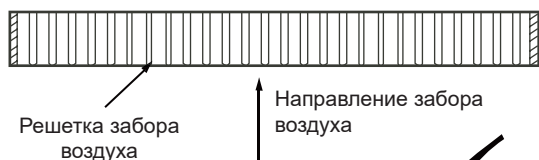

Рисунок 2.4
1. При установке панели возвратного воздуха на панели забора воздуха решетки должны быть установлены параллельно направлению забора воздуха. См. рисунок 2.4.